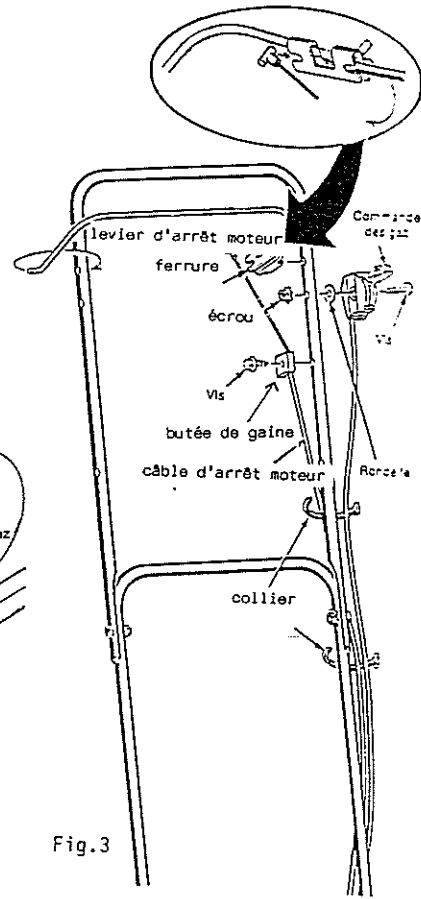

Fig.3
- fixer la butée de gaine du câble d'arrêt moteur à gauche du guidon supérieur à l'aide d'une vis (fig.3),
- mettre en place le levier d'arrêt moteur avec la ferrure (fig.3) et crocheter le câble sur cette ferrure d'une part et sur le moteur d'autre part (fig.5),